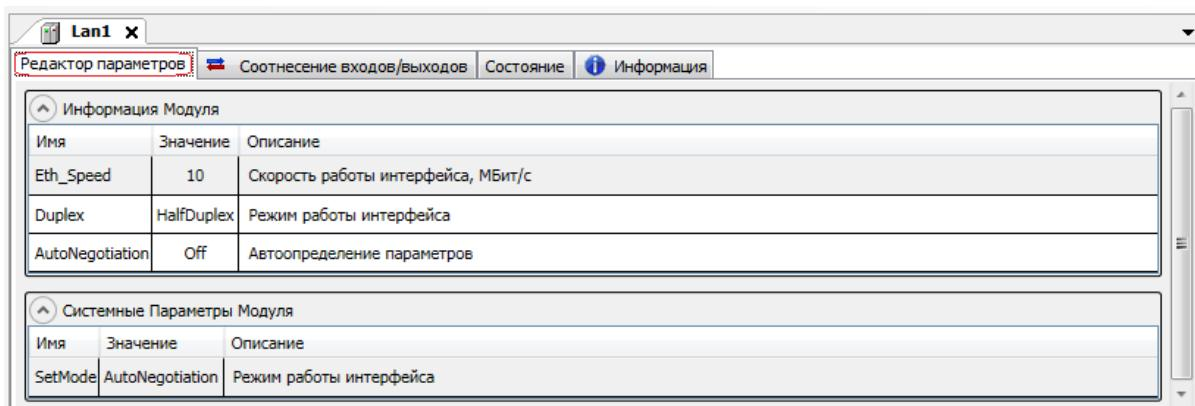

Рисунок 3.65 – Модуль **Lan1**. Закладка **Редактор параметров**
- 2 Перейти на закладку **Редактор параметров** (рисунок 3.65) и настроить соответствующие параметры модуля.